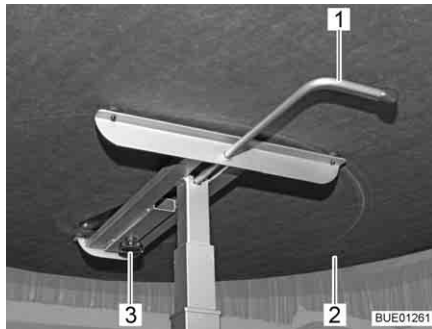

Bild 63 Lyftbord, vridbart
- Lossa den räfflade skruven (Bild 63,3).
- Vrid bordsskivan (Bild 63,2) till önskat läge.
- Sväng låsarmen (Bild 63,1) åt vänster. Spärren till lyftmekanismen är öppen.
- Tryck ned bordsskivan (Bild 63,2) på mitten tills stoppläget nås, fortsatt sedan trycka emot bordsskivan.
- Sväng låsarmen (Bild 63,1) åt höger (Bild 63). Lyftmekanismen är låst.
- Sväng låsarmen (Bild 63,1) åt vänster. Spärren till lyftmekanismen är öppen. Bordsskivan åker till det övre stoppläget.
- Sväng låsarmen åt höger (Bild 63). Lyftmekanismen är låst.